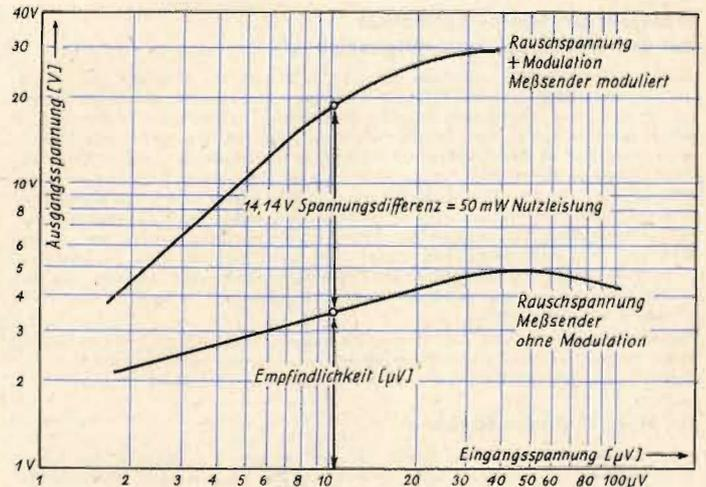

Abb. 1. Empfindlichkeitsmessung bei 1200 kHz, $R_a = 4 \text{ k}\Omega$
Bei schwundgeregelten Empfängern wird bei moduliertem Meßsender erst die Empfänger-Ausgangsspannung in Abhängigkeit von der Eingangsspannung aufgenommen. Anschließend wiederholt man die gleichen Messungen ohne Modulation. Die erhaltenen Meßwerte sind nach Abb. 1 als Kurven aufzuzeichnen.
Bei dem in Abb. 1 eingezeichneten Beispiel war $R_a = 4 \text{ k}\Omega$. Der Spannungsbedarf für 50 mW ist dann nach Gl. (1) 14,14 V. Die Empfindlichkeit ist, wie die Auswertung der Kurve ergibt, 10,2 μV . Unter Vernachlässigung der Rauschleistung würde die Empfindlichkeit 7,2 μV sein. Dieser wesentlich bessere Wert entspricht aber nicht der tatsächlichen Leistung. Die fehlerhafte Abweichung (rd. 30%) hätte zu einer falschen Beurteilung des Gerätes geführt. Keine Werkstätte sollte die für eine derartige einwandfreie Messung aufzuwendende Mühe scheuen. Viele Enttäuschungen und manchen Ärger kann man sich dadurch von vornherein ersparen; zufriedene Kunden sind die beste Existenzsicherung eines Geschäftes.